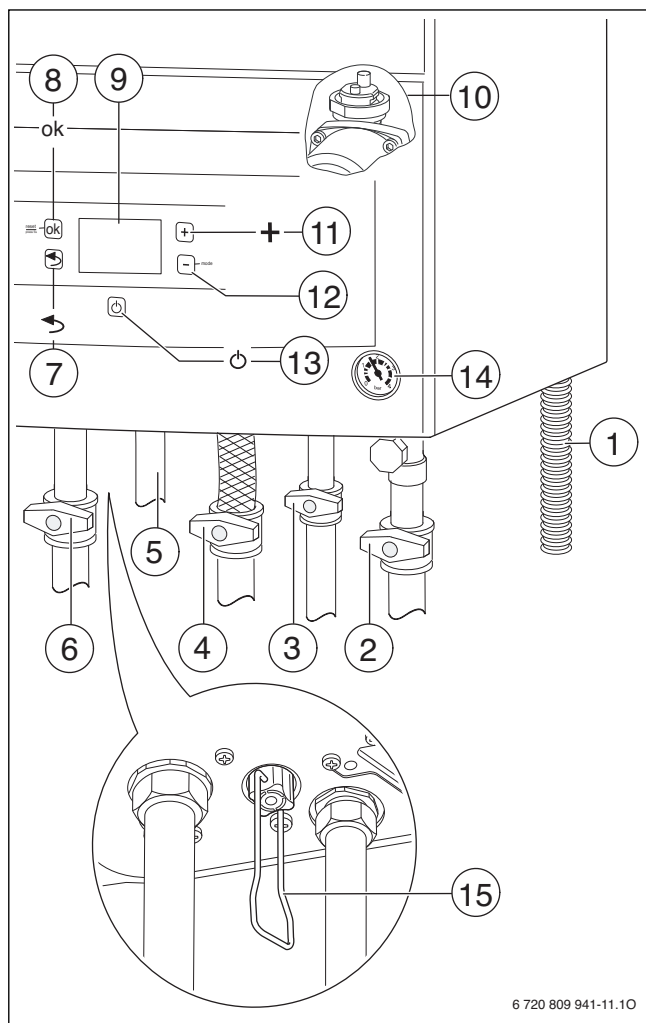

Рис. 26
- Откройте кран холодной воды (→ рис. 26, [3]).
- Откройте краны подающей и обратной линий отопления (→ рис. 26, [6] и [2], стр. 19).
- Откройте газовый кран (→ рис. 26, [4]).